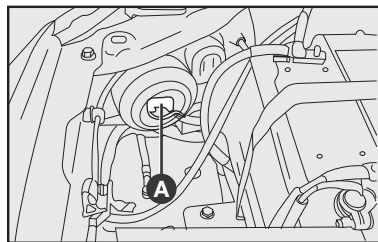
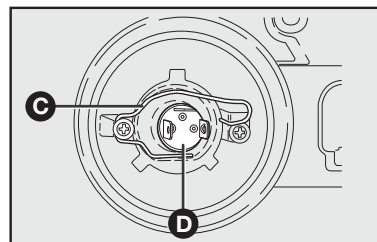

fig. 31
fig. 33
- 3) quitar el portalámparas **D-fig. 33** presionando la presilla **C-fig. 33** y abriéndola lateralmente;
- 6) reenganchar la presilla de fijación **C-fig. 33**, colocando por último la tapa plástica **B-fig. 31**;
- 7) recolocar el conector **A-fig. 31**.